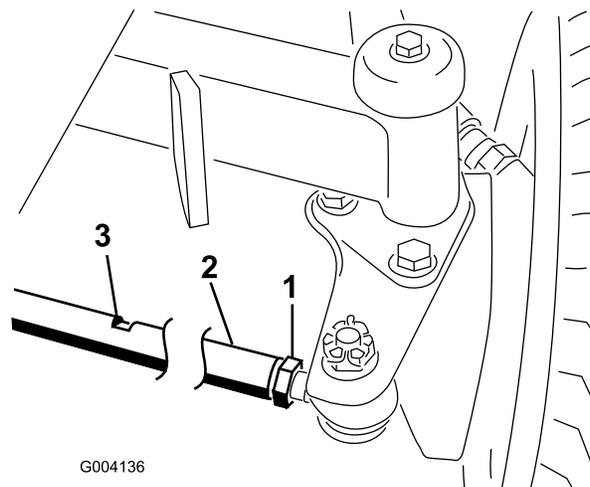

図 110
1. 各タイロッド **図 110**の端についているジャムナットをゆるめる。